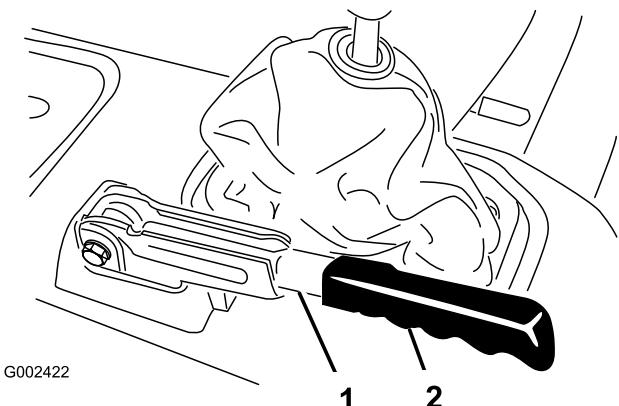

Рисунок 66
- Снимите резиновую оболочку с рычага стояночного тормоза (Рисунок 66).